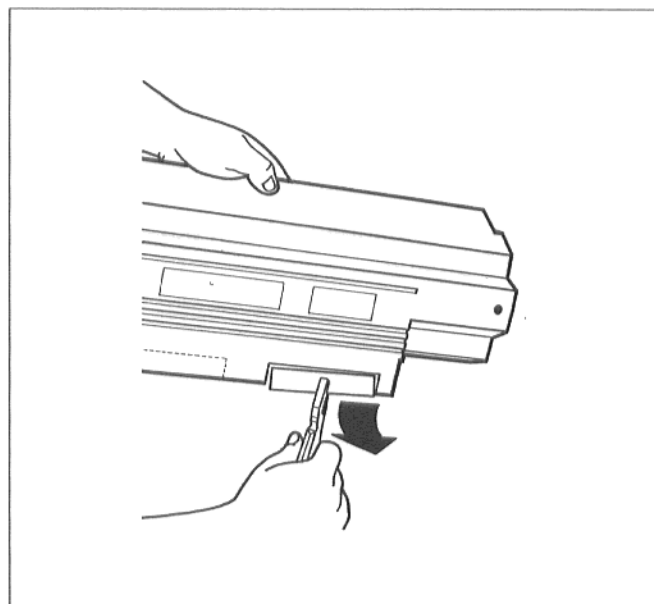

Fig. 54
- Avbrekkingsdelene på bakveggen til kabelgjennomgangen kan brekkes ut (fig. 54).